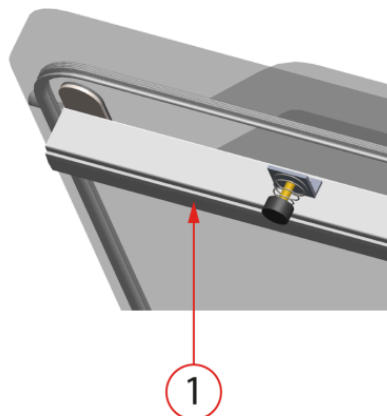

Figura 7: Sustitución de la goma de silicona de los soportes de silicona
1. Tire de la goma de silicona antigua para sacarla del soporte, consulte la *Figura 7: Sustitución de la goma de silicona de los soportes de silicona* en la página 38.